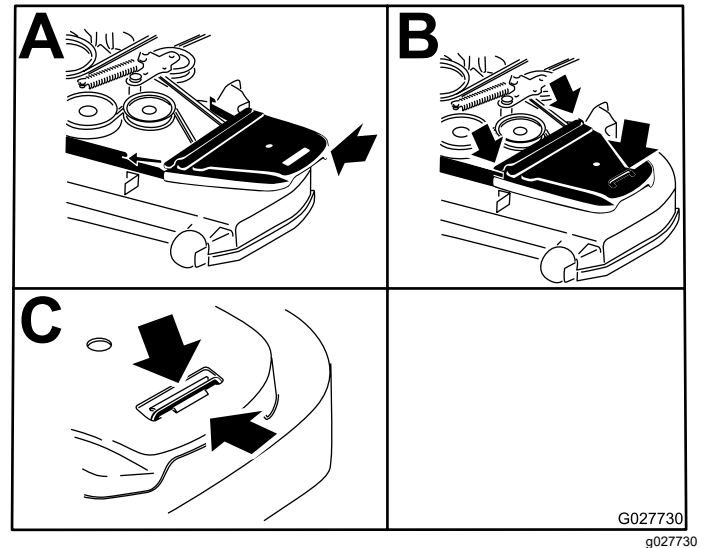

Figura 66
12. Instale las cubiertas de la correa (Figura 66).